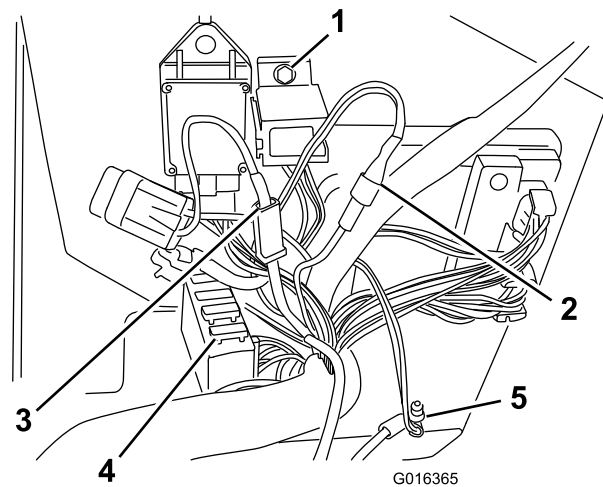

Figura 15
Nota: Conecte los terminales de anillo en la posición mostrada en la parte inferior del panel (Figura 15).
4. Sujete la base del relé del intermitente a la posición mostrada del panel lateral con un perno de cabeza hexagonal (M5 x 16), una contratuerca (M5) y 2 arandelas (M5) (Figura 15).
6. Conecte el cable rosa de dos hilos (terminal macho plano) al cable rosa del arnés principal (conector hembra) (positivo conmutado) según se muestra en Figura 15.
7. Conecte el cable rojo (terminal macho plano) al cable rojo del arnés principal (conector hembra) (positivo conmutado); consulte Figura 15.
8. Cambie el fusible de 10 amperios por el de 20 amperios que viene con el kit (Figura 15).